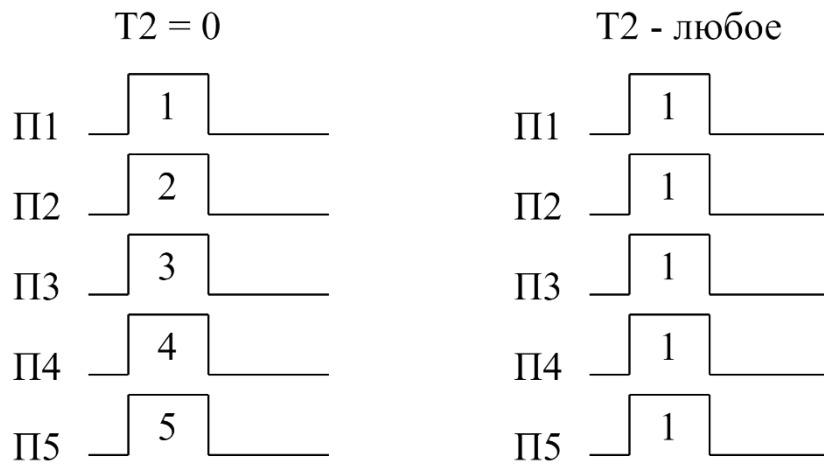

Рис. 23
- 1) При установке интервала между началами пусковых импульсов равным нулю цепи пуска запустятся одновременно. Такого же результата можно достичь, назначив для всех цепей пуска одну и ту же группу запуска (рис. 23).